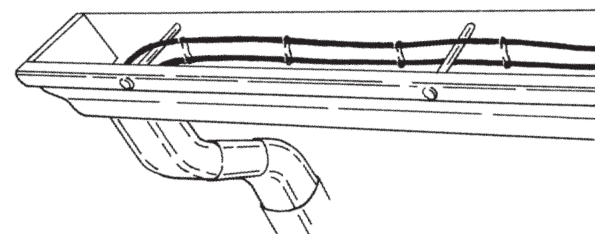
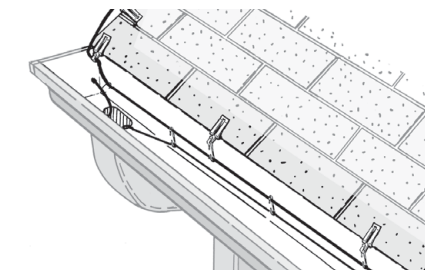

Figure 20a. Double parcours du câble dans les applications de gouttière seulement (gouttières avec pointes)
Figure 20b. Double parcours du câble dans les applications de gouttière seulement (gouttières sans points)
• Si vous traitez seulement les gouttières pour les problèmes de glace, utilisez un « double parcours » de câble dans les gouttières et les descentes pluviales. La Figure 20a montre une gouttière installée avec des pointes de gouttière. Acheminer le câble sous et sur la pointe de gouttière pour garder le câble suspendu et en retrait du fond de la gouttière. Les écarteurs devraient être fixés tous les 12 po. La Figure 20b montre une gouttière avec des étriers de gouttière externes. Utiliser les pinces et les écarteurs pour garder le câble suspendu et en retrait du fond de la gouttière. Les pinces devraient être fixées tous les 3 pieds le long du toit.